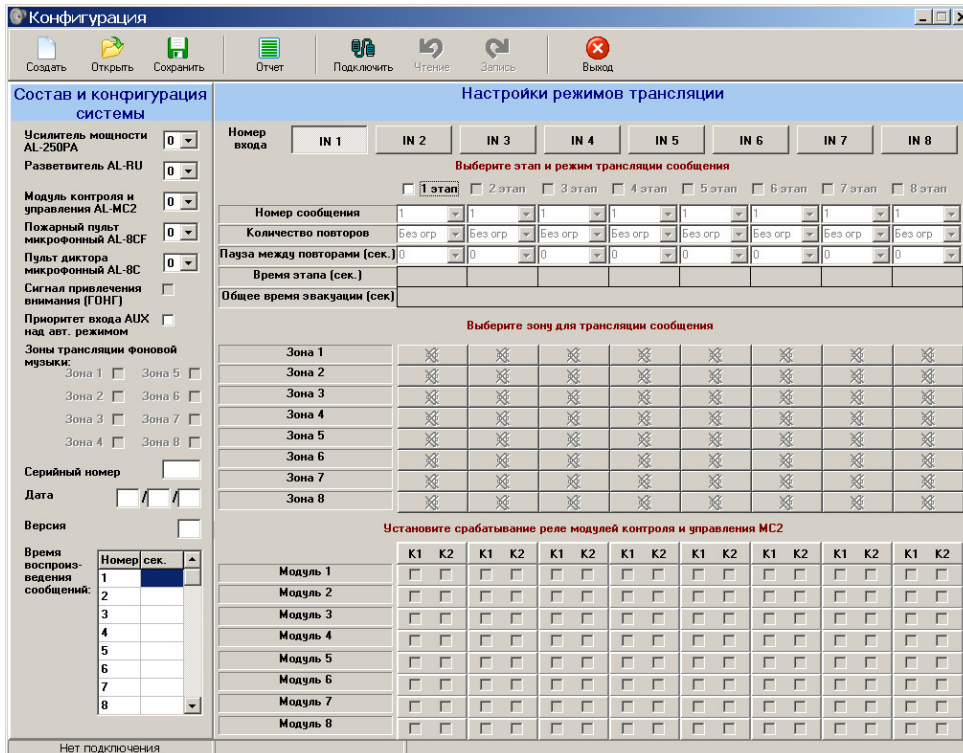

Рис.23
На Рис.23 показан внешний вид главного окна программы.
- Запустите программу «AlphaConfig». На экране компьютера появится главное окно программы Рис. 23.